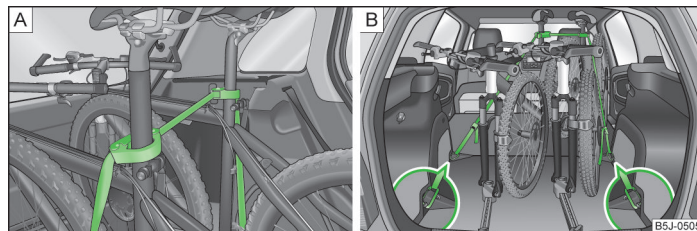

Fig. 60 Asegurar las bicicletas
- Colocar la abrazadera con la pieza de goma hacia delante (en el sentido de la marcha) en la parte más baja posible del soporte del sillín y cerrarla » fig. 60 - **A**.
- Para transportar dos bicicletas, tensar la correa » fig. 60 - **A** entre los sillines separando las bicicletas.
- Enganchar los mosquetones en los extremos de la correa a las argollas de amarre situadas detrás de los asientos posteriores » fig. 60 - **B**.